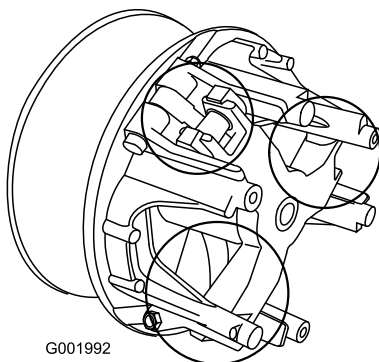

Figure 59
5. Lubrifiez les pièces mobiles aux endroits indiqués par des cercles à la Figure 59 avec du lubrifiant sec en aérosol de marque Toro, disponible auprès des concessionnaires ou distributeurs Toro agréés.